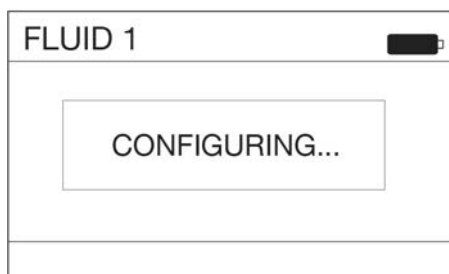

FIG. 57
3. Si la etiqueta de perfil es válida, aparecerá un mensaje en pantalla un mensaje indicando que se está configurando (CONFIGURING) (FIG. 57).